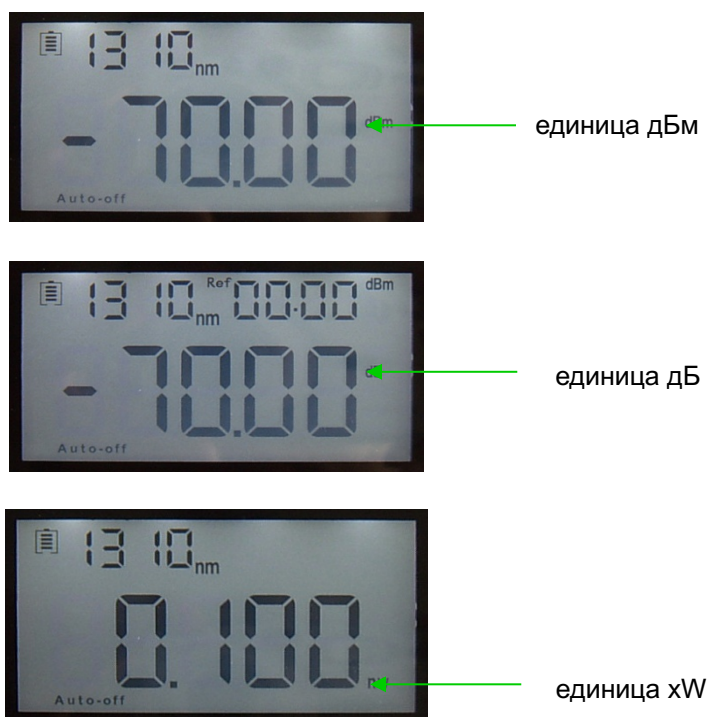

Рисунок 5-4
(1) λ : Последовательное переключение на внутреннюю проверяемую длину волны измерительного прибора
(2) $\frac{\text{UNITS}}{\text{LASER}}$: изменение между дБм, дБ, XW по очереди (рисунок 5-4)